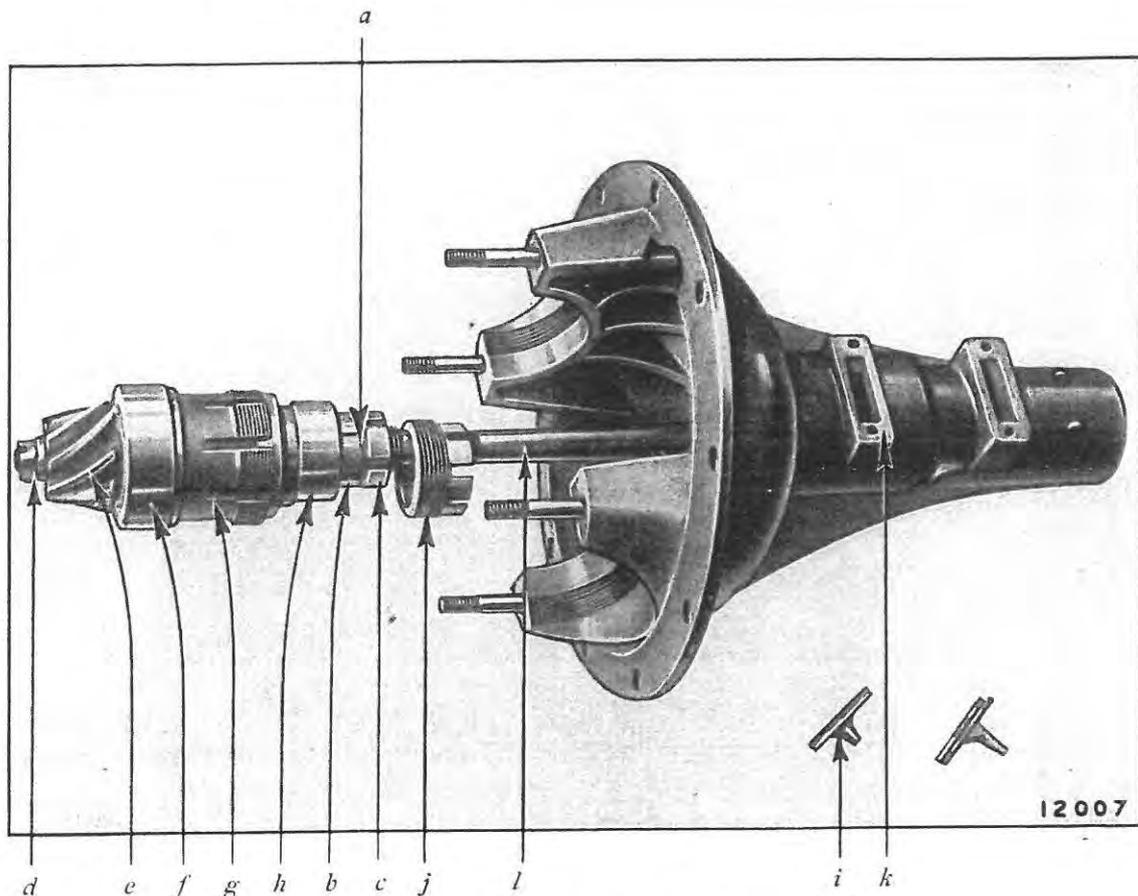

Fig. 62. — Démontage de l'arbre de transmission.
8. **Retirer l'arbre de transmission** (*fig. 62*).
- 9. Démontez l'arbre de transmission (fig. 62).